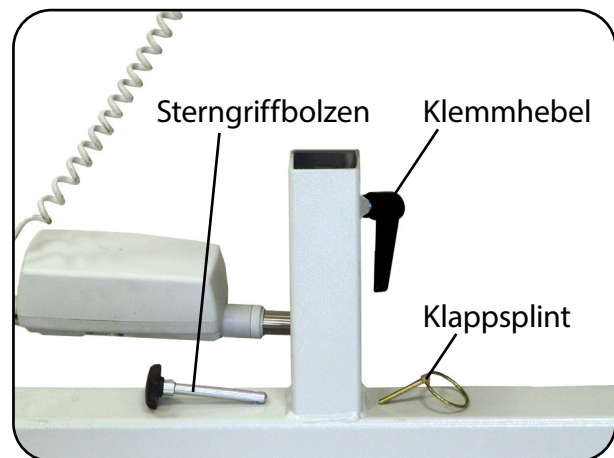

Abb. 6.2.02 - Standmastaufnahme
4. Entfernen Sie den Sterngriffbolzen mit Klappsplint aus der Bohrung und schrauben Sie den Klemmhebel weitmöglichst heraus (Abb. 6.2.02).